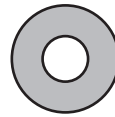

図8-1
●⑮⑯の作業の場合、図8-1の様にロープが交差します。図8-2の様に2重に交差してしまうと操作に支障をきたしてしまうため、必ず図8-1のような交差になるようにしてください。